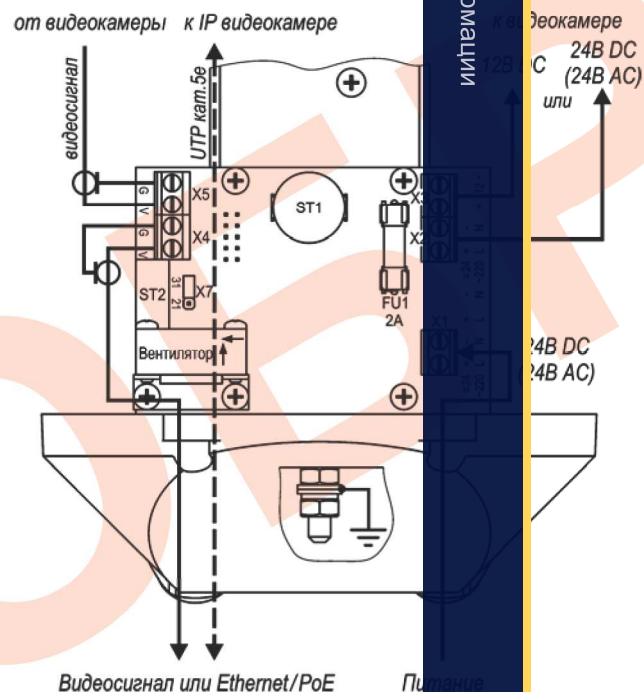

Рис.2 Подключение ТГБ-7С-24/12(24); ~24/12(24)
4. Подсоединить видеокамеру к контактам платы коммутации в соответствии со схемой подключения (рис.2, 3 или 4).
5. Ввести через гермовводы внешние кабели (кабель видеосигнала или интерфейсный кабель и кабель питания) и подключить их к плате коммутации (рис.2, 3 или 4).
Предприятием изготовителем джампер Х7 установлен в положение «31» - мощность обогрева 31 Вт, для изменения мощности на 21 Вт джампер Х7 необходимо переставить в положение «21» (см. рис.2 и 3).